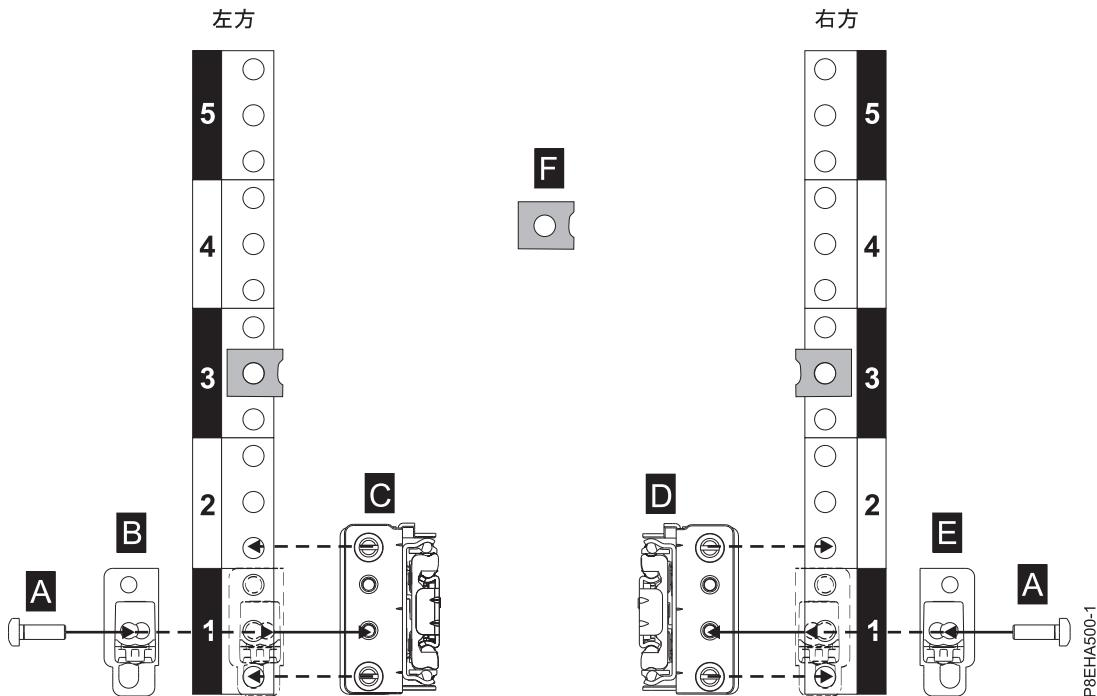

図 3. ラックの前面でのスライド・レールの取り付け
3. ラックの前面に立ち、4 ページの図 3 に示すように、左スライド・レール (C) を、左側の前面と背面のラック EIA 取り付け標準の間に置きます。
- 図 3 に示すように、スラム・ラッチ・ブラケット (B) を、スライド・レールの前面 EIA スペースを覆うように置きます。
- T25 六角工具を使用して、図 3 に示すように 1 個の M5 X 16 mm Torx ソケットなべ頭ねじ (A) を EIA ラック単位の中央の穴 (1b) に入れて、スラム・ラッチ・ブラケットを前面レール・法兰ジに固定します。
- 図 3 に示すように、右スライド・レール (D) に対してステップ 2 (3 ページ) からステップ 7 までを繰り返します。右スライド・レールには、内側の前面位置に R が刻印されています。
- 2 つのナット・クリップ (F) を、図 3 に示すように、左右両方の前面垂直 EIA 標準の相対 EIA 位置 3b に取り付けます。